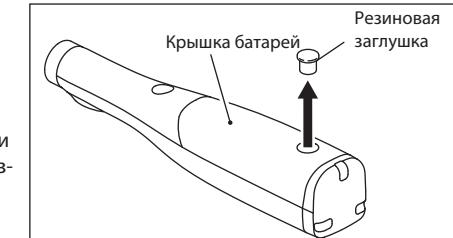

Рис. 13
- 2) Извлеките резиновую заглушку из крышки батареи с помощью отвертки с тонким лезвием. (Рис.13)